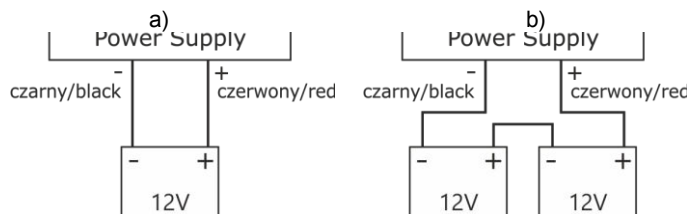

Fig. 4 Collegamento delle batterie a seconda della versione di tensione dell'alimentatore:
6. Montare la batteria nel vano batterie dell'involucro. Collegare le batterie con l'alimentatore prestando particolare attenzione alla corretta polarità e al tipo di connessioni (Fig. 4):